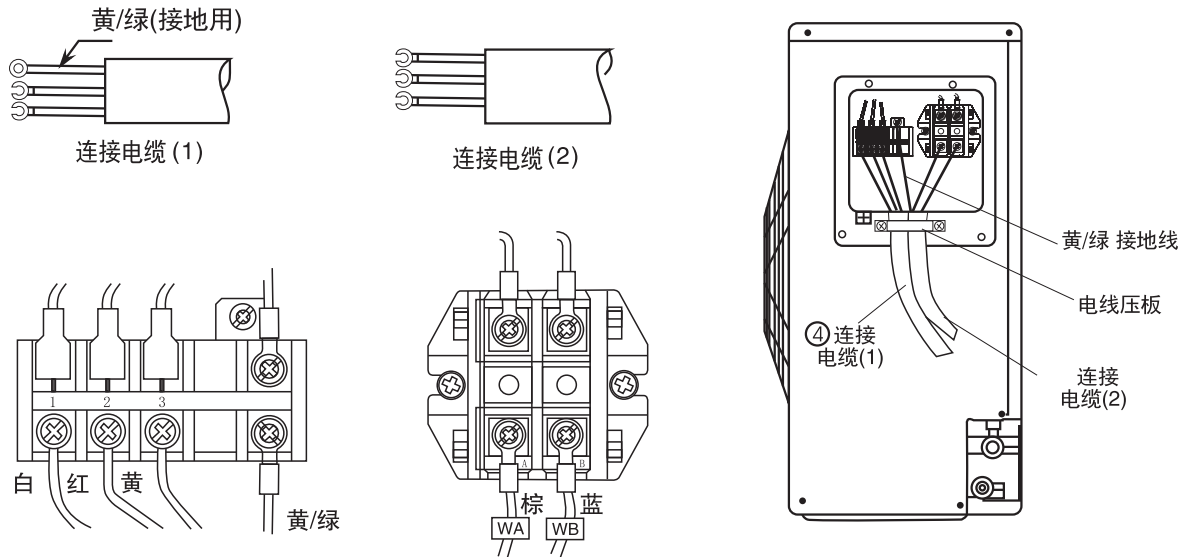

图16
- (1) 把连接电缆按电气接线图所示正确地牢固连接。(图16)(紧固力矩8~15kgf·cm)
- (2) 用电线压板将连接电缆压住后用螺钉紧固。
- (3) 必须将黄/绿线接至带有“⊖”标志的端了上。